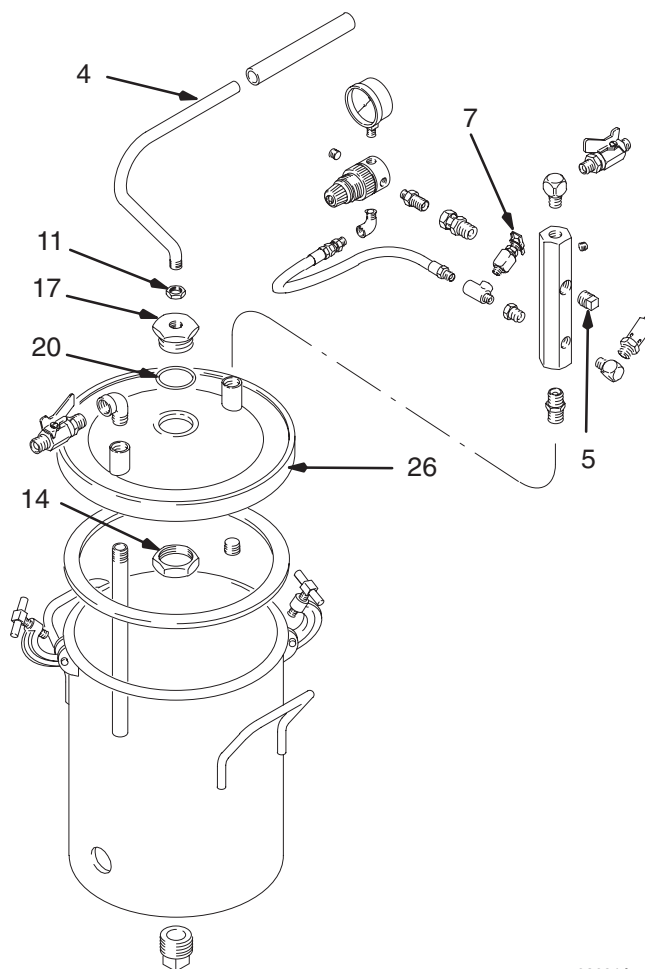

Fig. 3
2. Ouvrir la vanne de décharge (7) en la tournant dans le sens antihoraire. Voir la Fig. 3.
4. Laisser la vanne (7) ouverte jusqu'à la mise en place du couvercle et du bouchon du réservoir.
Pour ajouter un second régulateur pour l'air alimentant le pistolet, voir **Accessoires**, page 18, pour le kit régulateur d'air du pistolet. Le second régulateur d'air est à monter en lieu et place du bouchon (5). Voir Fig. 3.
2. Enlever le couvercle (26) du réservoir. Enlever l'écrou hexagonal (14) en dessous du couvercle. Enlever le joint torique (20), le bouchon (17) et la poignée (4). Garder l'écrou hexagonal (14). Voir Fig. 3.